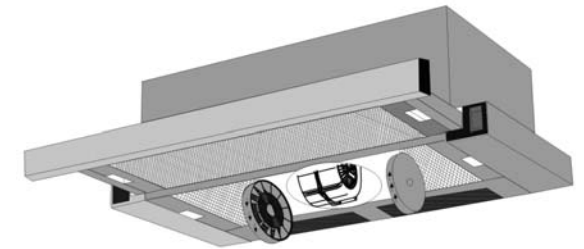

РИС. 7
Угольные фильтры устанавливаются на защитные решетки корпуса вентилятора, путем легкого нажатия и поворота их по часовой стрелке (рис. 7) Фильтрация воздуха осуществляется с помощью двух угольных фильтров, затем очищенный воздух возвращается в помещение. Очищенный воздух поступает в помещение через переходник или воздуховод.
- установите два угольных фильтра Ф-05 (рис.7) .